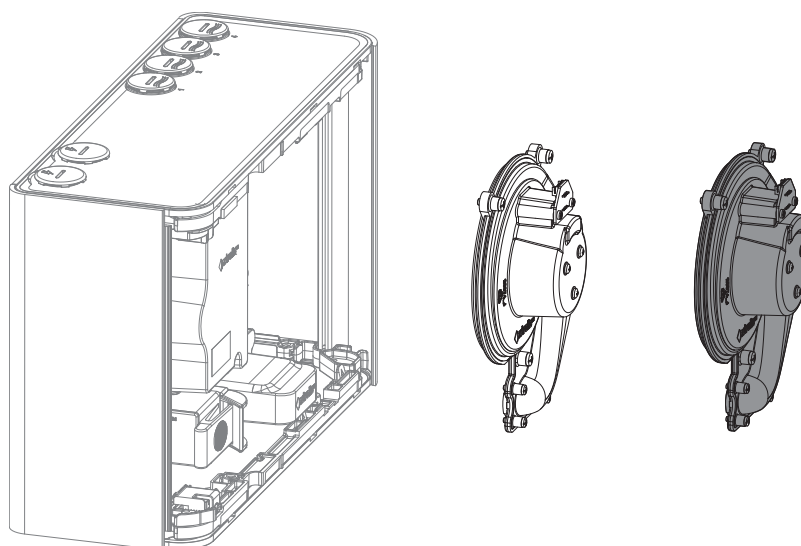

Figure 7-12: Retirer l'aspirateur du détecteur
4. Retirez l'aspirateur perpendiculairement au corps du détecteur (Figure 7-12).